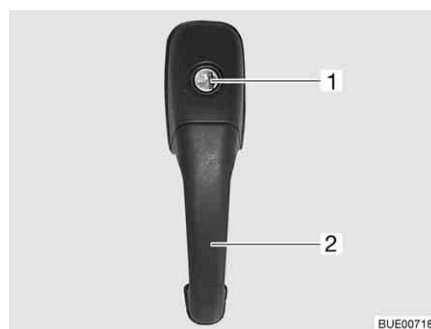

Fig. 27 Serrure de la porte cellule, à l'extérieur
- Insérer la clé dans le barillet (Fig. 27,1) et la tourner dans le sens des aiguilles d'une montre jusqu'à ce que la serrure de la porte soit déverrouillée.
- Tirer sur la poignée de la porte (Fig. 27,2). La porte est ouverte.
- Insérer la clé dans le barillet (Fig. 27,1) et la tourner dans le sens inverse des aiguilles d'une montre jusqu'à ce que la serrure de la porte soit verrouillée.